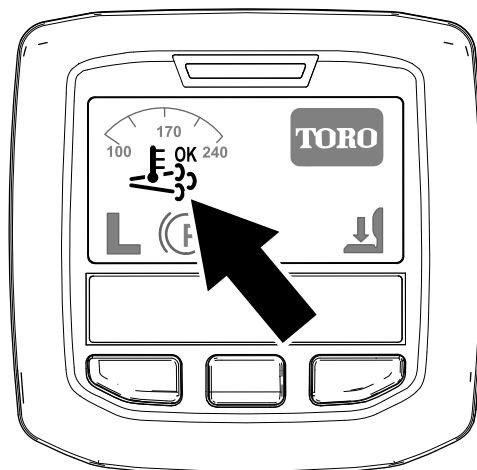

図 28
- インフォセンターに、アシスト/リセット再生アイコンが表示されます 図 28。